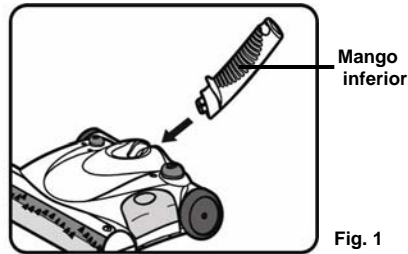

Fig. 1
1. Inserte el mango inferior, con el extremo más pequeño hacia el cabezal de la barredora. Presione hasta que entre firmemente en su lugar. (Fig. 1)